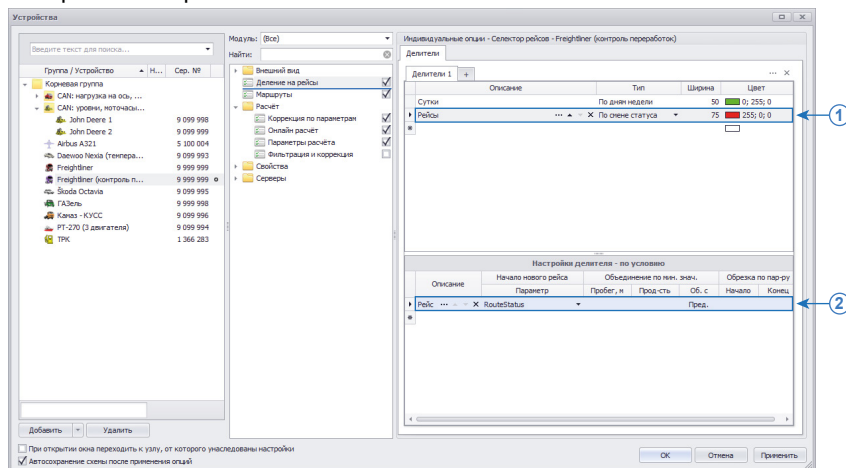

Рис.192. Настройка делителя рейсов по статусам ТС.
- Перейти в меню «Устройства» в раздел Деление на рейсы (Рис.192).
- Добавить новый делитель с типом «По смене статуса» (Рис.192, п.1).
- В настройках делителя добавить новый рейс и в качестве условия начала этого рейса задать параметр RouteStatus – переключатель, показывающий текущий статус ТС (Рис.192, п.2).